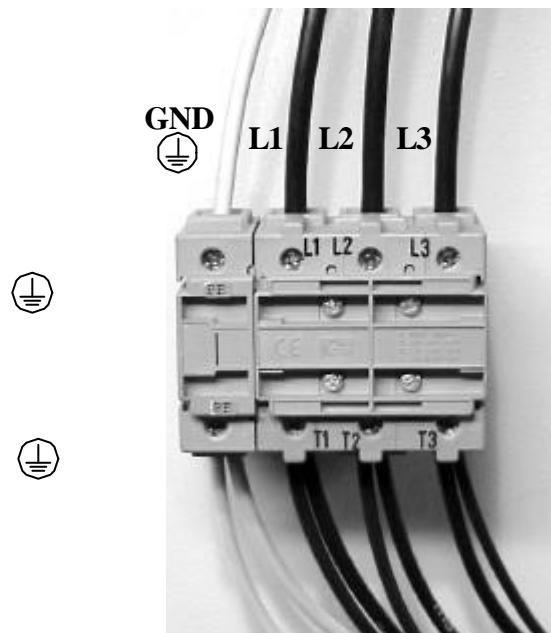

fig. 18b
- Connect the supply phases **L1**, **L2**, **L3** and the Ground wire to the Switch Disconnector terminals see *fig. 18b*. Be careful with the position of the Ground wire.
- Conectar las fases de alimentación **L1**, **L2**, **L3** y el conductor de Tierra a los bornes del Interruptor Seccionador según *fig. 18b*. Prestar atención a la posición del conductor de tierra.
- Connecter les phases d’alimentation **L1**, **L2**, **L3** et le câble de Mise à Terre aux bornes de l’Interrupteur Sectionneur suivant *fig. 18b*. Faire attention à la position du câble de Mise à Terre.